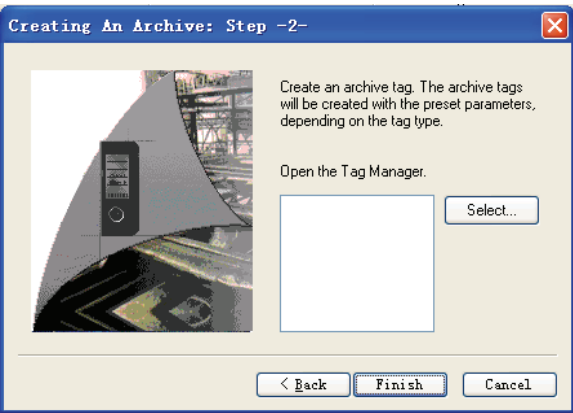

图 7-11 创建过程值归档 (3)
3) 如图 7-11 所示, 单击 “Select” 按钮, 打开 “Tag-Project” 对话框, 选择想要归档的变量, 也可以创建完之后进行变量添加。单击 “Finish” 按钮, 新的过程值归档包含在变量记录的数据窗口中, 所选择的归档变量显示在表格窗口中。